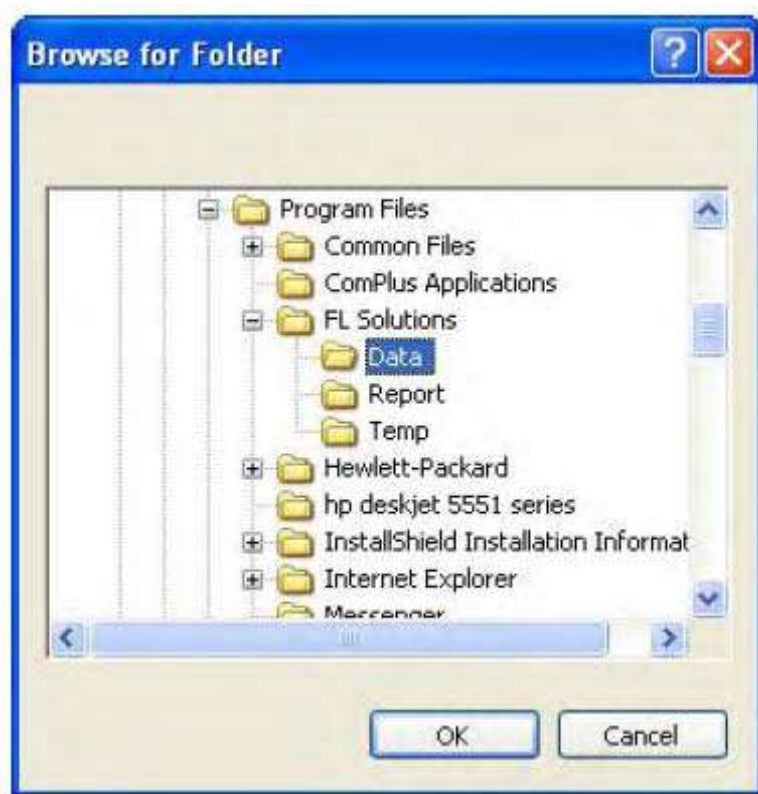
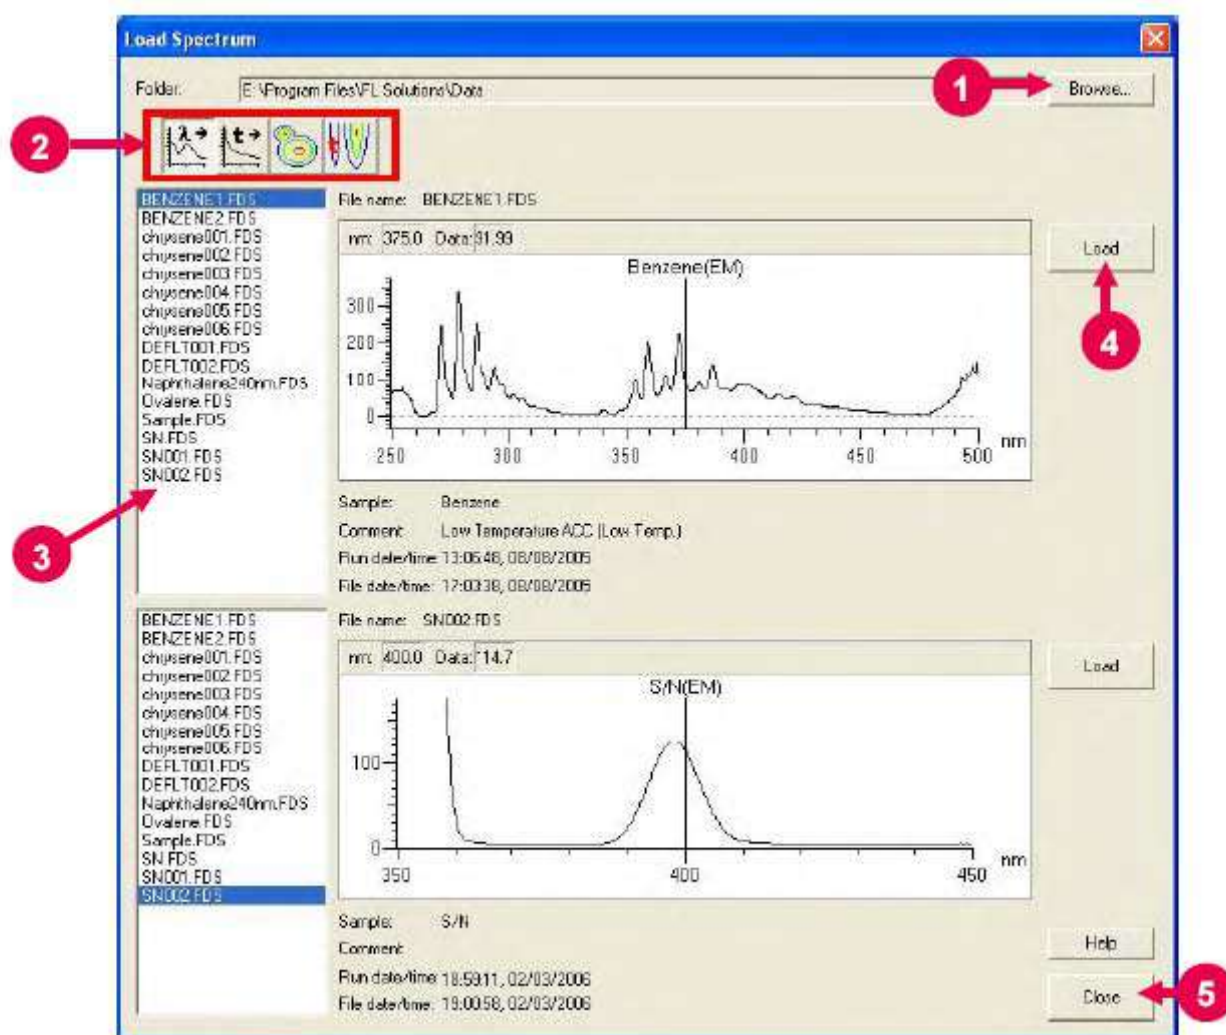

Рис. 8-29
Рис. 8-31
(8) Определите папку для сохранения файла. Если папка существует, нажмите кнопку «Обзор» (Browse). При этом отобразится окно «Открыть папку» (Browse for Folder), как показано на рис. 8-29.
- (1) На стандартной панели инструментов, нажмите кнопку  Откроется окно, показанное на рис. 8-31. (Или выберите команду «Загрузка спектра» из меню «Файл»)
- (2) Нажмите кнопку «Обзор». (Смотрите (1) на рис. 8-31). Откроется окно, показанное на рис. 8-29. Выберите папку для загрузки спектра.
- (3) Нажмите кнопку тип файла. (Смотрите (2) на рис. 8-31). При этом соответствующие файлы данных, находящиеся в папке, будут отображаться в списке.
- (4) Выберите из списка требуемый файл. (Смотрите (3) на рис. 8-31). Найденный файл данных будет показан в левой части окна. Выберите файл из списка, после чего будет показан соответствующий спектр. Аналогично можно показать два файла данных. Предварительный просмотр файлов может быть отображен на дисплее. При выборе файла данных сканирования 3-D и файла данных сканирования периода 3-D для каждого элемента данных будут отображаться контуры. Также доступен список единичного файла данных.
- (5) Нажмите кнопку «Загрузить». (Смотрите (4) на рис. 8-31). Спектр, показанный в предварительном окне, будет загружен в окно обработки данных.
- (6) Чтобы выйти из окна загрузки файла, нажмите кнопку «Закрыть». (Смотрите (5) на рис. 8-31).